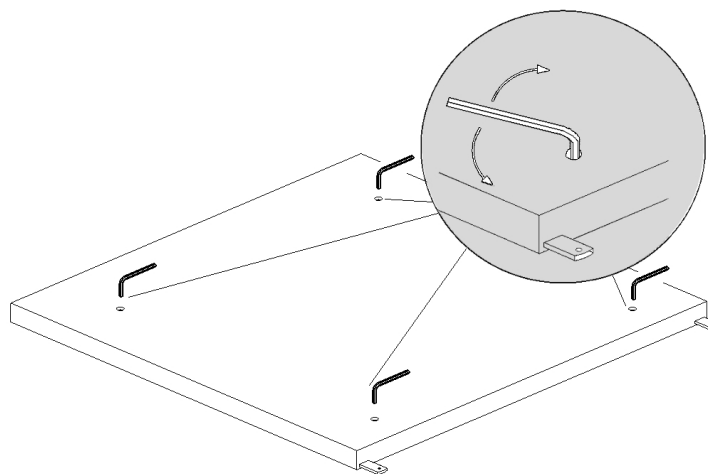

Fig. 2
- Colocar **el panel del fondo** en el suelo y nivelarlo (Fig.2);